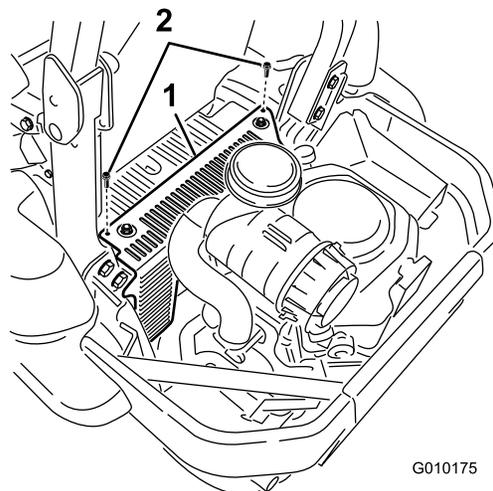

Figura 4
1. Para máquinas internacionales solamente, retire la cubierta de la unidad hidráulica de la máquina (Figura 4). Guarde las fijaciones y la cubierta.